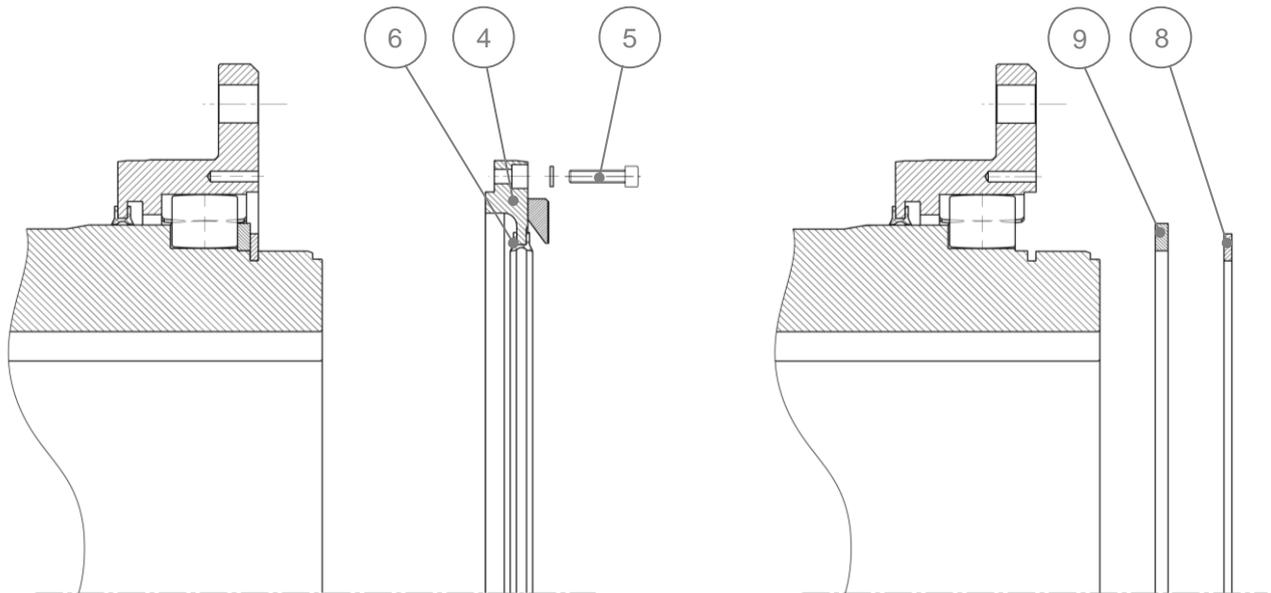

Bild 4: Demontage der Kupplung
- Bild 4 links.
- Bild 4 rechts.